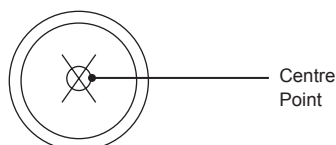

Figure 28. Fixation sur pied jambe
- Retirez la base du socle. Placez la baignoire de retour à l'endroit déterminé. Assurez-vous que l'ouverture de débordement sur la baignoire est centrée sur le drain (Figure 28).
- En utilisant un crayon, légèrement contour de la jambe piédestal. Répétez cette étape pour les trois autres (3) pieds de table.